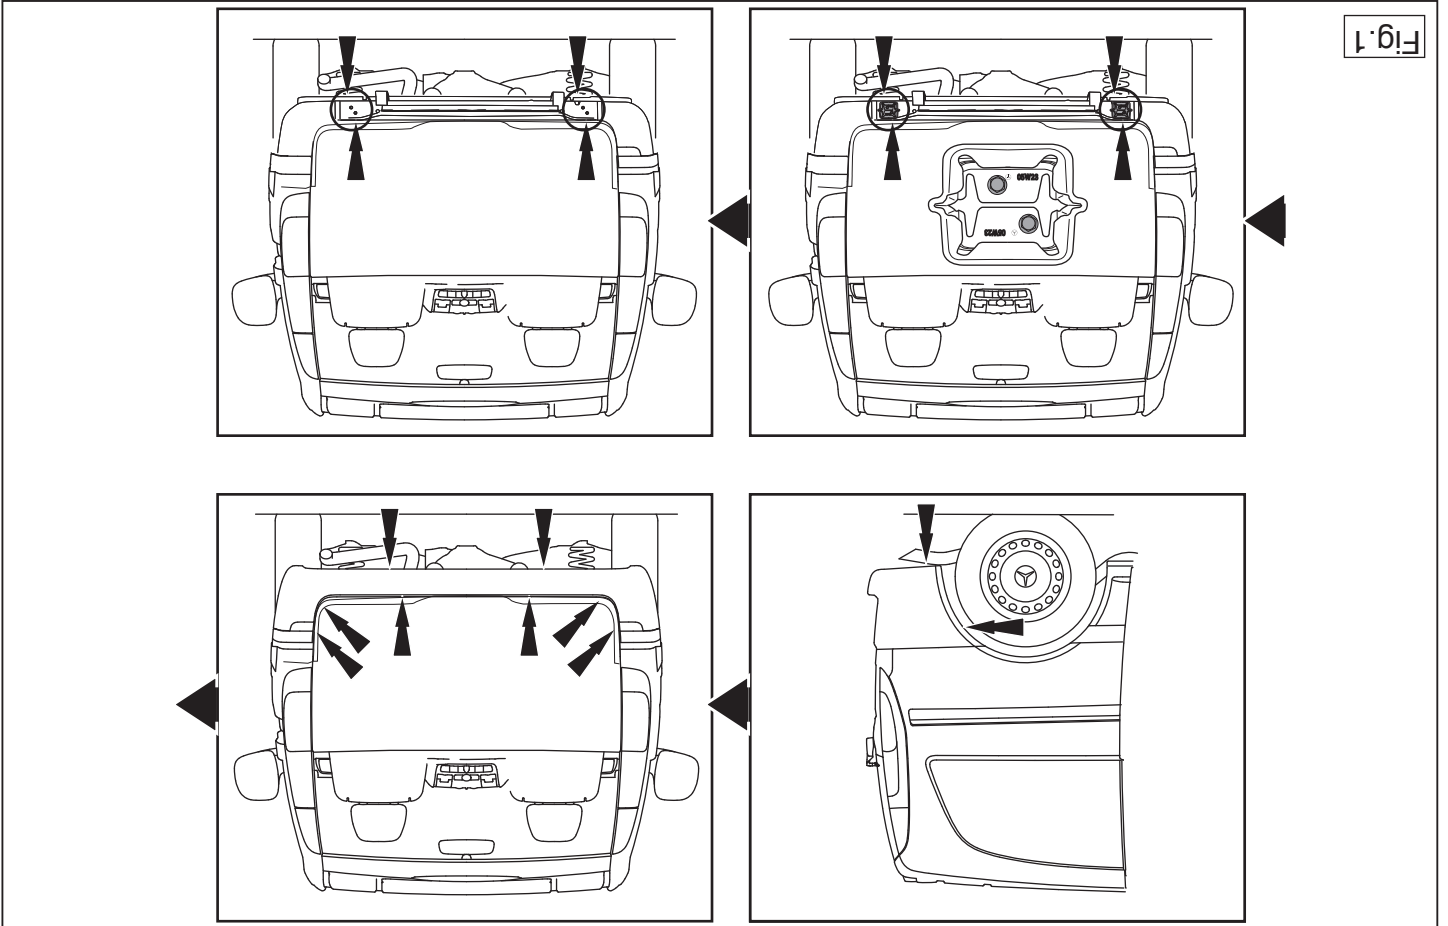

Fig. 1
2. Remove the bumper (See figure 1).
4. Dismount the metal cover panels LH and RH side in the position of the frame members. These are fixed with 4 bolts. The cover panels will no longer be used (See figure 1).
2. Démontez le pare-chocs (Voir la figure 1).
4. Démontez les panneaux de couverture métallique à gauche et à droite au niveau des longerons du châssis. Ils sont fixés avec 4 boulons. Remplacer les boulons. Les panneaux de couverture métallique ne sont pas remontés (Voir la figure 1).
2. Die Störstange abmontieren (Siehe Abbildung 1).
4. Die Metallabdeckklappen links und rechts im Bereich des Chassisrahmen demontieren. Diese sind mit 4 Schrauben befestigt. Die Schrauben wieder anbringen. Die Abdeckklappen werden nicht mehr benötigt (Siehe Abbildung 1).
2. Demonter kofangeren (Se fig. 1).
4. Afmonter metalhæfterne til venstre og højre på chassissvingerne. Disse er fastgjort med 4 bolte. Sæt bolterne tilbage. Hæfterne bliver overflødi- ge (Se fig. 1).